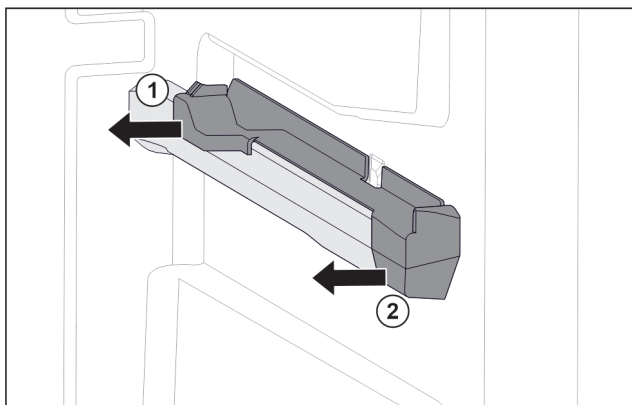

Fig. 76 Piesă de fixare pe nervura din dreapta a recipientului
- ▶ Scoateți piesa de fixare din spate în lateral. Fig. 76 (1)
- ▶ Scoateți piesa de fixare din față în lateral. Fig. 76 (2)